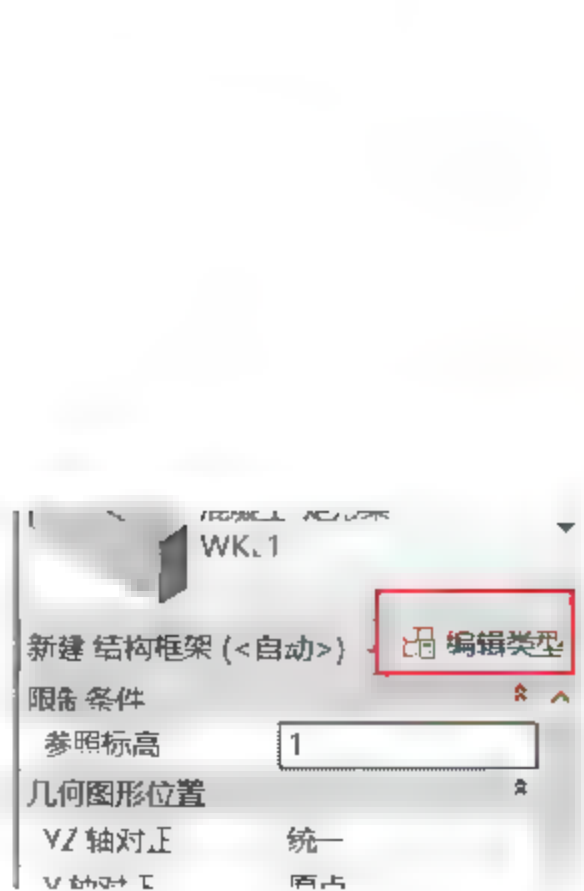
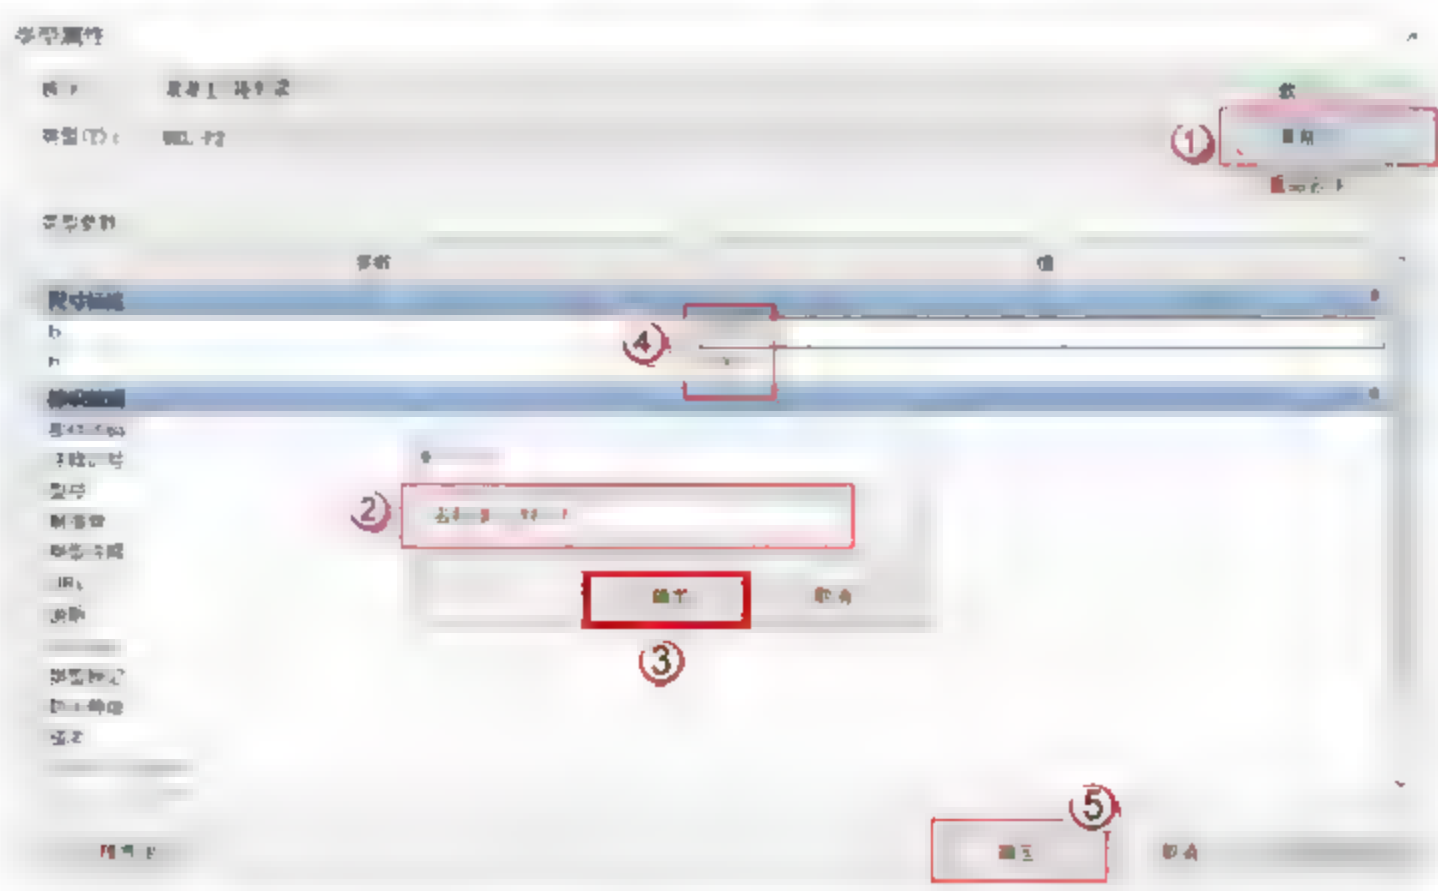

图 5.1.6 确定 WKL-F2 尺寸
图 5.1.7 编辑梁的属性
(5) 新建屋框梁 WKL-F2。由 DWG 图可得，WKL-F2 梁的长宽为 250×500。选择“结构”→“梁”→“编辑类型”命令，在弹出的“类型属性”对话框中，单击“复制”按钮，在弹出的对话框中输入“WKL-F2”，单击“确定”按钮。在“尺寸标注”栏中输入 WKL-F2 的长宽 (b、h)，并单击“确定”按钮，如图 5.1.6 和图 5.1.7 所示。